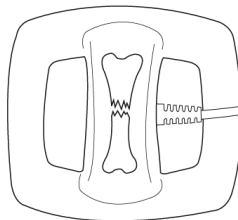

Afbeelding 1
1. Verwijder het klittenbandlipje "A" en maak het bandje los. (Afbeelding 1)
5. Om het bandje korter of langer te maken, moet u het klittenbandlipje "B" over het bandje verplaatsen. (Afbeelding 1)
6. Om het bandje strakker of losser te maken, moet u het klittenbandlipje "A" losmaken en verplaatsen. (Afbeelding 1)